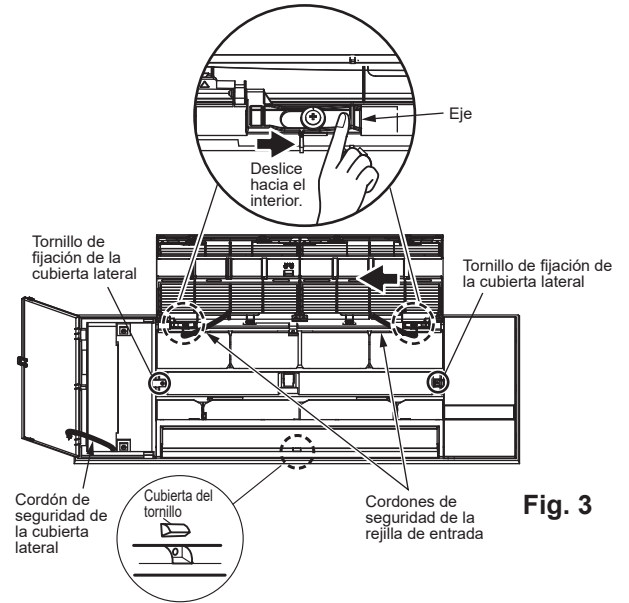

Fig. 3
Deslice los 2 ejes hacia el interior y retire la rejilla de entrada de los ejes. (Fig. 3)
Retire los cordones de seguridad de la rejilla de entrada y retírela. (Fig. 3)
Abra las cubiertas laterales I/D y retire los cordones de seguridad de la rejilla; a continuación, retire las cubiertas laterales. (Fig. 3)
3. Retire la cubierta del tornillo en el centro de la rejilla. (Fig. 3)